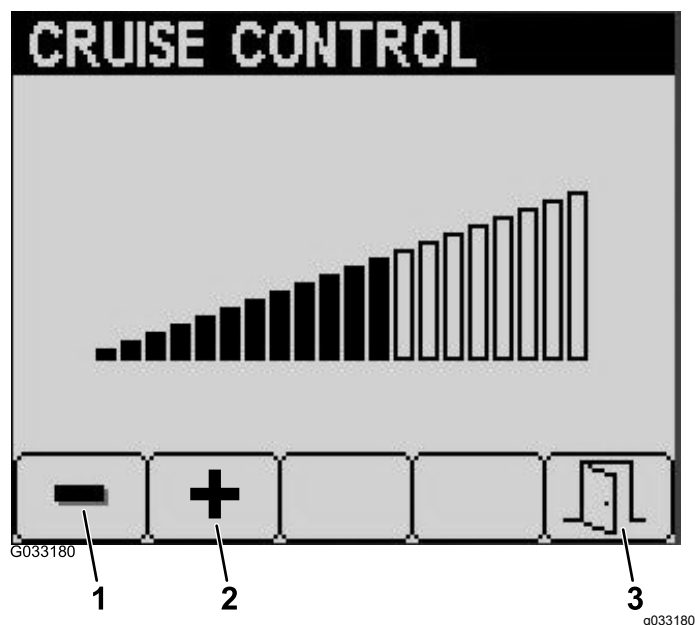

Figura 20
3. A partir do ecrã de velocidade de cruzeiro, prima o botão 1 para diminuir a velocidade de cruzeiro ou o botão 2 para aumentar a velocidade de cruzeiro (Figura 20).
4. Quando tiver definido a velocidade de cruzeiro pretendida, prima o botão 5 para sair (Figura 20).